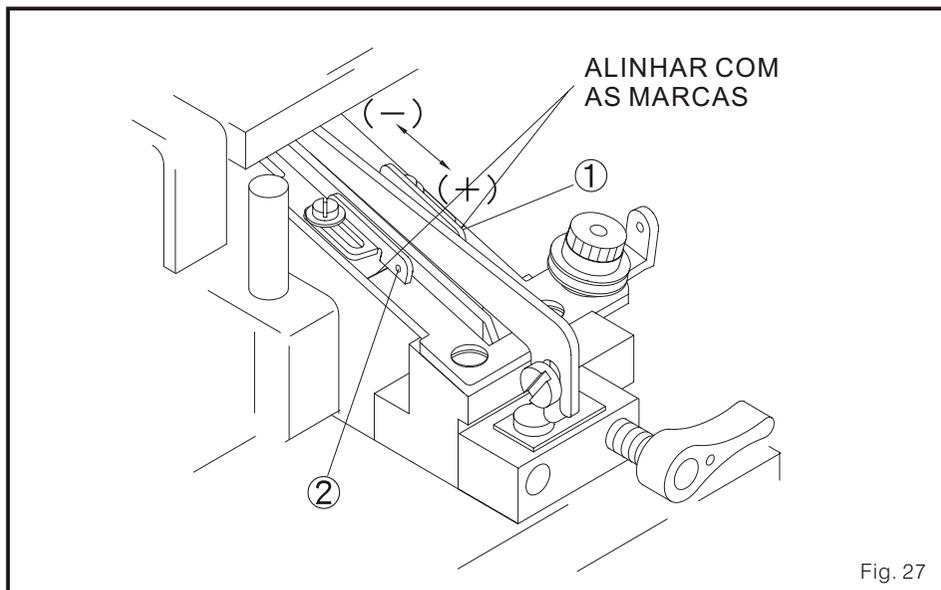

Fig. 27
1. ajuntar as duas faixas de fio, 1 e 2, com respeito às marcas no apoio para alinhar de fio com as casas de botão dos guias em uma único fio. (Fig. 27)